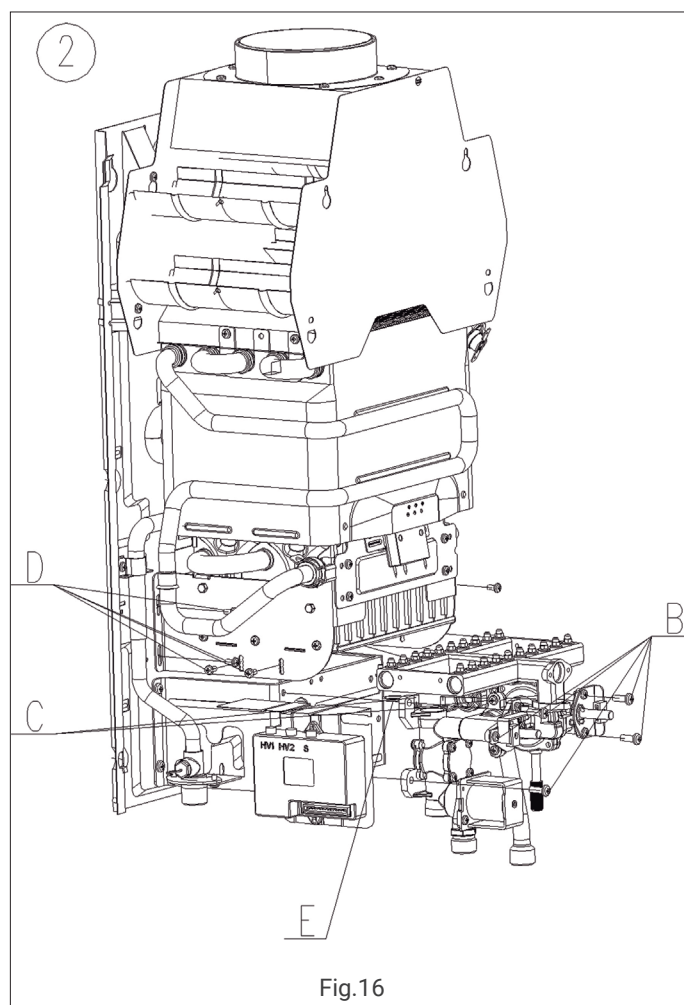

Fig.16
1. Desaperte a ligação entre a válvula de água-gás e o respetivo suporte, retire o clipe que fixa a ligação da válvula de água e o tubo de entrada de água do queimador. Retire a ligação do cabo para a válvula de água-gás e a ligação à terra ( fig.16, ponto B).
2. Desaparafuse a ligação entre a válvula de água-gás e o coletor de gás (fig.16, setp C).
3. Desaparafuse a ligação entre o coletor de gás e os dois suportes laterais do queimador. Desapertar os parafusos de descanso de ambos os suportes laterais para libertar completamente o coletor (fig.16, setp D) e, em seguida, retirar o coletor.
Utilizar o aparelho de substituição lentamente, sem danificar as juntas de vedação e colocando-as nas posições corretas. Recomenda-se a sua substituição por uma nova ( fig.16, setp E).